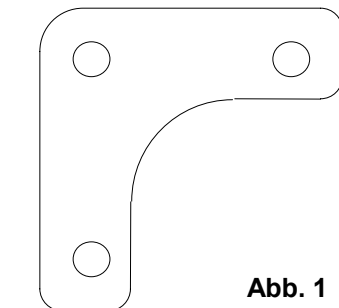
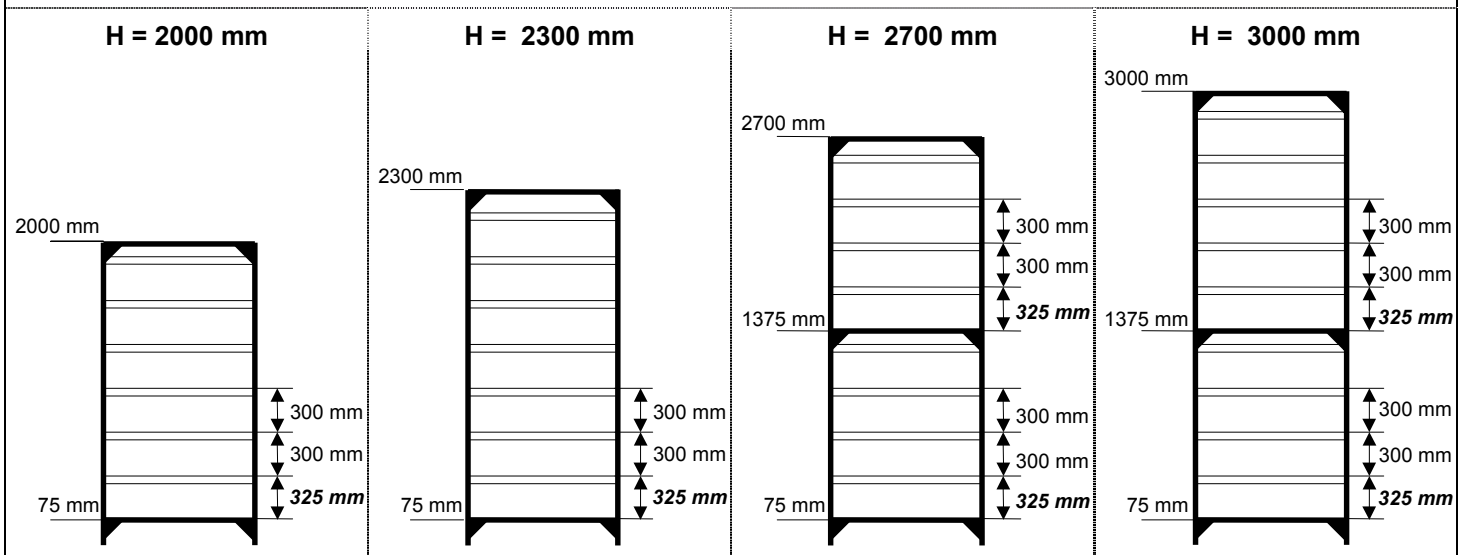
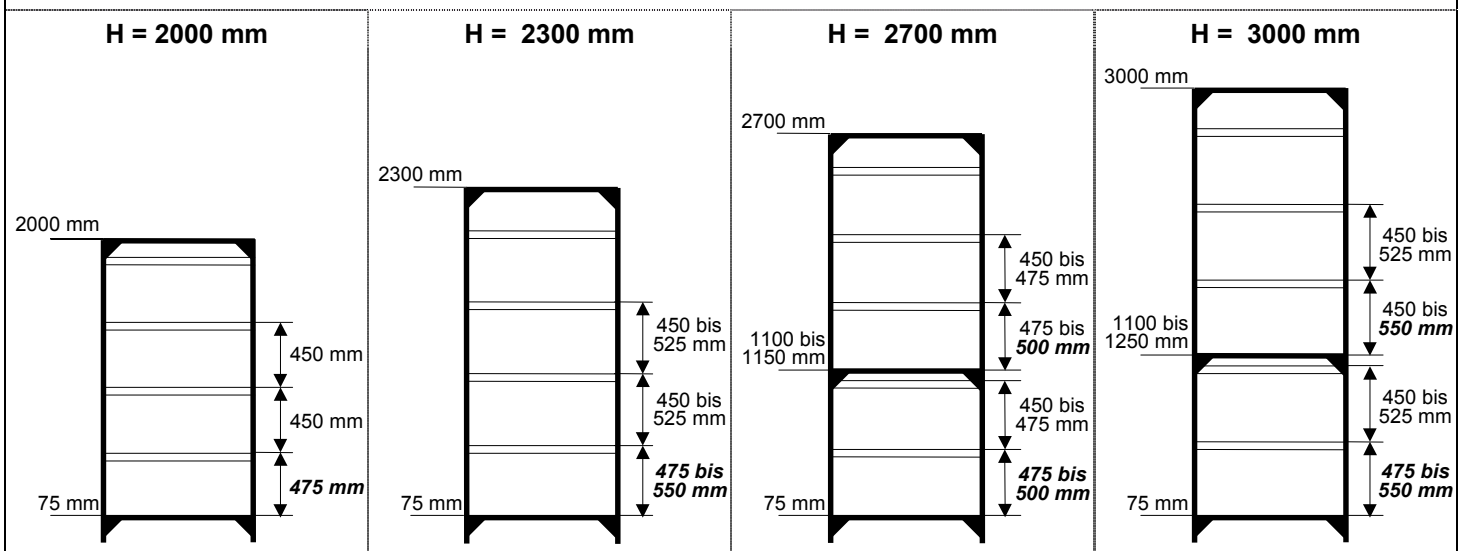
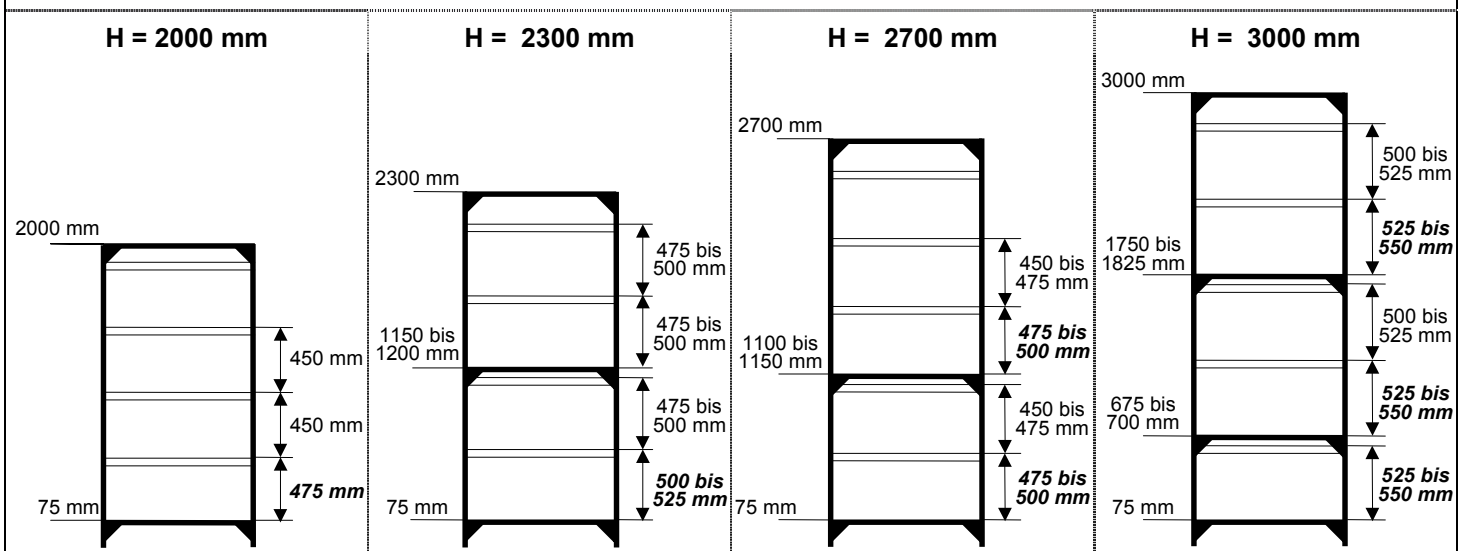

Abb. 1
Abb. 7
Abb. 8
Abb. 9
1.1 Alle Regale dieses Schraubsystems erhalten ihre Standfestigkeit durch den Einsatz von Eckplatten (**Abb. 1**). Es ist wichtig, daß die Vorschriften über die Anzahl der Eckplatten und die Anordnung der mit Eckplatten ausgesteiften Fachbodenebenen genau eingehalten werden (**Abb.6, Abb.7** und **Abb. 8**).
- **40 kg** in **ein- und beiseitiger Nutzung** und einer Gefachhöhe von 300 mm entspricht der schematischen Darstellung (Abb. 7),
- **90 kg** (verstärkte Ausführung) in **einseitiger Nutzung** und einer Gefachhöhe von 450 – 525 mm entspricht der schematischen Darstellung (Abb. 8) und
- **90 kg** (verstärkte Ausführung) in **beidseitiger Nutzung** und einer Gefachhöhe von 450 – 525 mm entspricht der schematischen Darstellung (Abb. 9).
Weichen Sie von den Modellregal in **Abb. 7**, **Abb. 8** und **Abb. 9** hinsichtlich der Anzahl der Fachböden und/oder der Pendelstangen bzw. der Gefachhöhen ab (auch bei Umbauten an vorhandenen Regalen), so bedingen diese Änderungen der Regalkonstruktion auch eine Änderung der Tragfähigkeit. Die Tragfähigkeit des veränderten Systems ist in jedem Fall bei uns zu erfragen!